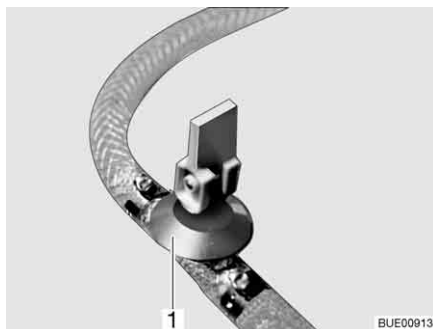
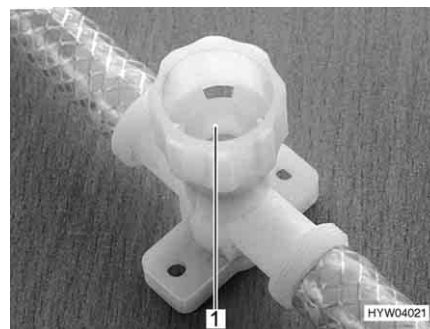

Fig. 134 Robinet de vidange (avec levier à bascule)
Fig. 135 Robinet de vidange (avec capuchon tournant)
- Fermer tous les robinets de vidange. Placer pour ce faire le levier à bascule (Fig. 134,1) à l'horizontale ou faire tourner le capuchon du robinet de vidange (Fig. 135,1) dans le sens des aiguilles d'une montre.